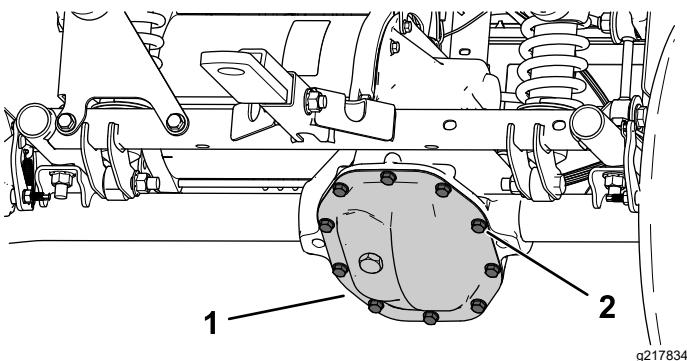

Bild 52
- Entfernen Sie die Schrauben von der Getriebeabdeckung und lassen Sie die Flüssigkeit ganz ab (Bild 52).
- Stellen Sie eine Auffangwanne unter die Getriebeabdeckung (Bild 52).